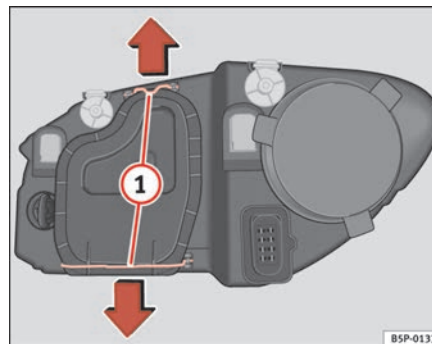

Abb. 187 Abblendlicht
- Die Streben ⇒ Seite 266, Abb. 187 ① in Pfeilrichtung verschieben und den Deckel abnehmen.